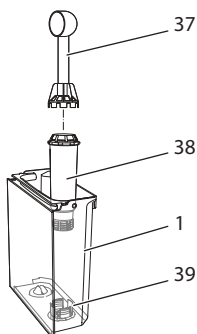

Fig. 18: Iskruning/udskruining af vandfilter
- Fjern vandfilteret, når maskinen opfordrer hertil (se Fig. 18).